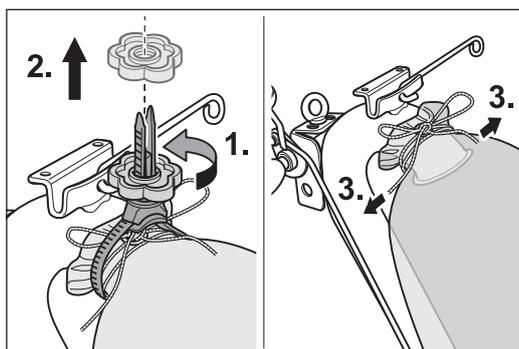

Abb. 25 Öffnen des MultiClip und lösen der Schleife am Staubsack.
- 4 Lösen Sie den MultiClip-Staubsackverschluss durch Aufdrehen der Mutter und nehmen Sie ihn ab. Öffnen Sie die Schleife der Kordel am Staubsack (Abb. 25).